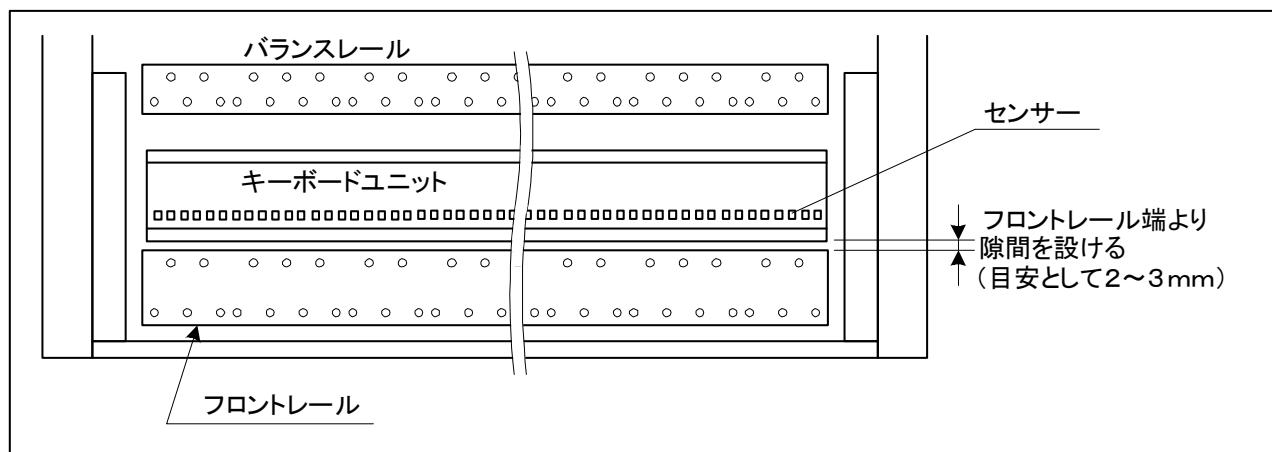

図3.3-3 キーボードユニットの取り付け
- (3) 図3.3-3の様に、センサー側を手前にして、フロントレールとバランスレールの間にキーボードユニットを載せ、高さ調整時にフロントレールの側面に接触しない程度の隙間（目安として2～3mm）を設けた位置に設置する。